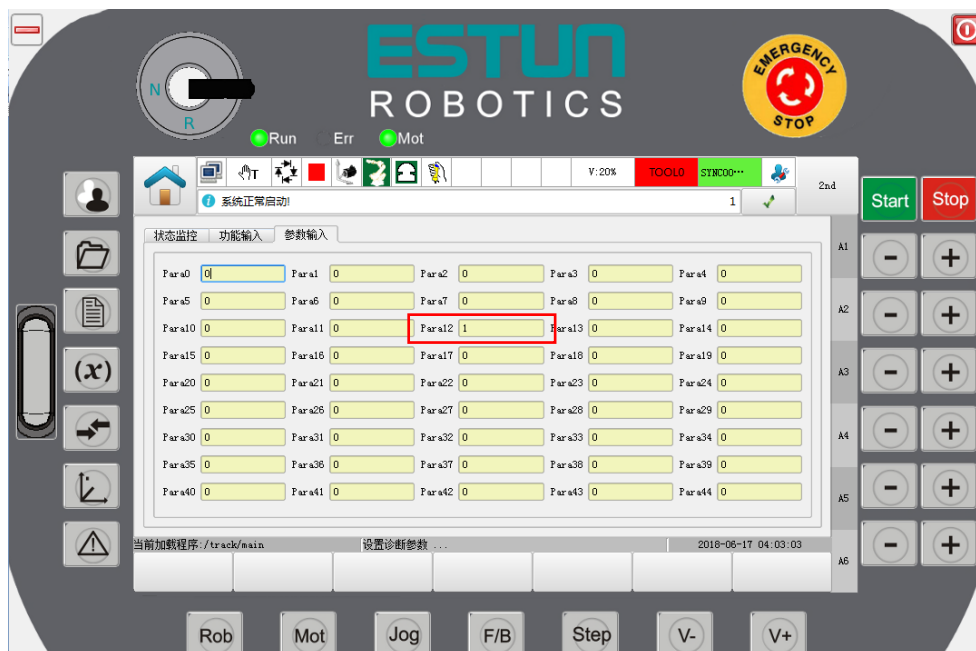

图 7-5
- 2) 点击【内核诊断-参数输入】，将 Para12 设为 1，如图 7-5 所示。